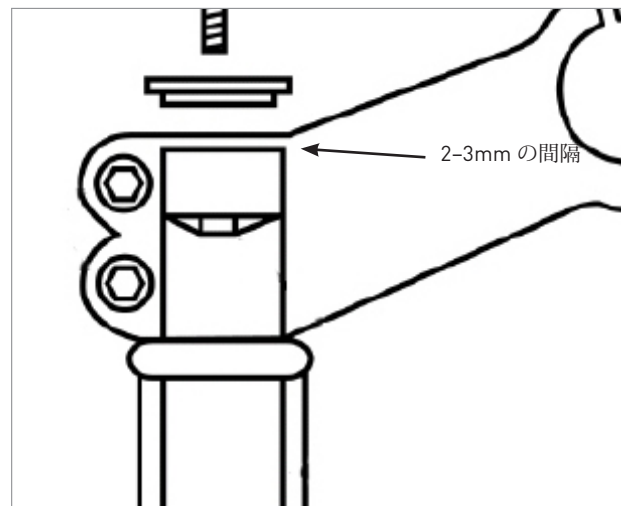

図1
4. ステアラーの上端はステムのステアラークランプの上部より2-3mm低くなる必要があります(図1)。必要な量のスペーサーを入れてもステアラーが長過ぎる場合、ステアラーを切ってスターナットもしくはコンプレッションプラグの位置を直す必要があります。ステアラーが短すぎる場合、ステムにしっかりと取り付けるクランプ面が不十分となります。